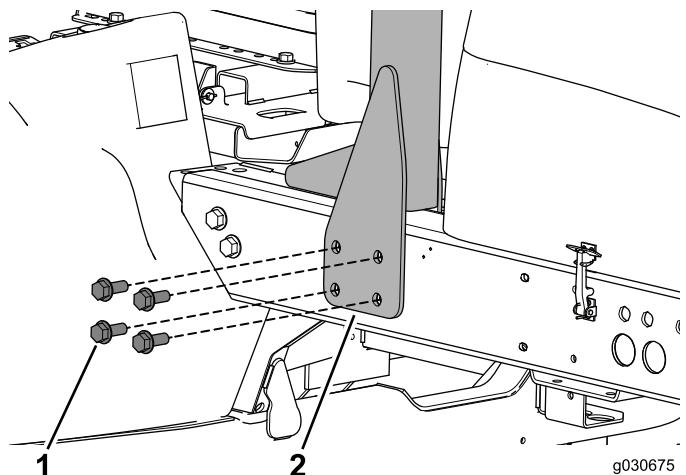

图6
1. 拆下并保留将 ROPS 固定到机器左侧的螺栓（图6）。